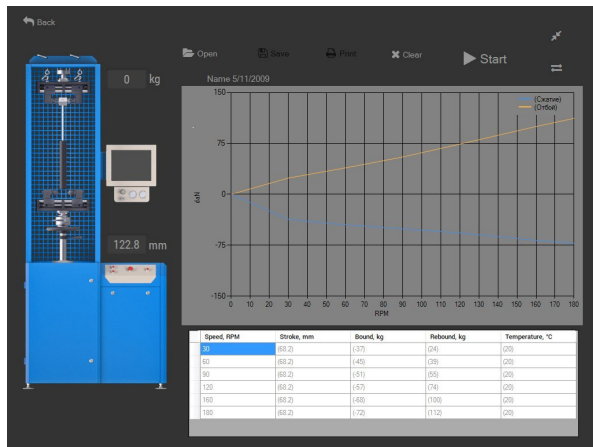

Рис. 19 – Автоматическое тестирование
9. В режиме автоматического тестирования (рис. 19) имеется возможность сравнить результаты тестирования с предыдущими испытаниями. Для этого нажмите на кнопку «Открыть» и выберите ранее сохраненный тест. Результат загрузится на графики и в таблицу. Также изменяются и настройки тестирования (скорости и количество тестов). После нажатия на кнопку «Старт» ранее полученные графики станут неактивными; старые значения в таблице отображаются в скобках, а новые – без скобок. Для сохранения и печати результатов используйте соответствующие кнопки.